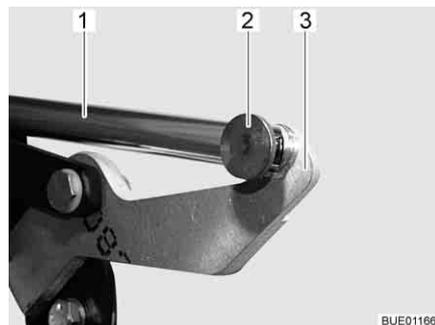

Fig. 129 Accionamiento
- Desmontar la unión (p. ej. la clavija hendida y el perno) (Fig. 129,2) entre la biela (Fig. 129,1) y la palanca (Fig. 129,3).